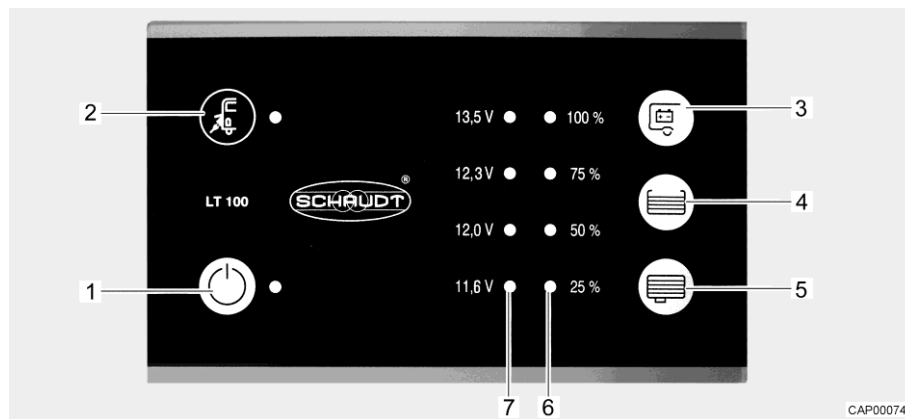

Fig. 31 Panneau de contrôle (LT 100)
La DEL jaune près du symbole de raccordement électrique "⚡" (Fig. 31,2) est allumée quand le véhicule est raccordé à une tension réseau externe. La DEL reste allumée quand le panneau de contrôle est éteint.
L'interrupteur principal 12 V (Fig. 31,1) établit ou coupe le panneau de contrôle et l'alimentation 12 V de la cellule.
- Appuyer sur l'interrupteur "⏻" (Fig. 31,1) : L'alimentation 12 V de la cellule est assurée. La DEL s'allume en vert.
- Appuyer de nouveau sur l'interrupteur "⏻" (Fig. 31,1) : L'alimentation 12 V de la cellule est coupée. La DEL s'éteint.
L'échelle DEL (Fig. 31,7) indique la tension de la batterie de cellule comme suit :
- Appuyer sur la touche "E3" (Fig. 31,3) : La tension de la batterie de cellule est affichée.
L'échelle DEL (Fig. 31,6) indique le niveau de remplissage du réservoir d'eau fraîche ou de celui d'eaux usées.
Appuyer sur la touche "☰" (Fig. 31,4) : Le niveau de remplissage du réservoir d'eau fraîche est indiqué par les DEL allumées.
Appuyer sur la touche "☷" (Fig. 31,5) : Le niveau de remplissage du réservoir d'eaux usées est indiqué par les DEL allumées.